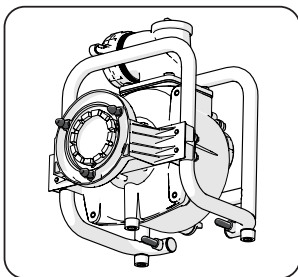

Fig. 9
- Sujete el accesorio por su bastidor externo y acérquelo al motor. Alinee visualmente los 3 pasadores de posicionamiento y los 2 pasadores de estabilización traseros. (Fig. 9) Solicite ayuda competente en caso necesario. El generador en particular es pesado y puede necesitar ayuda para levantarlo.